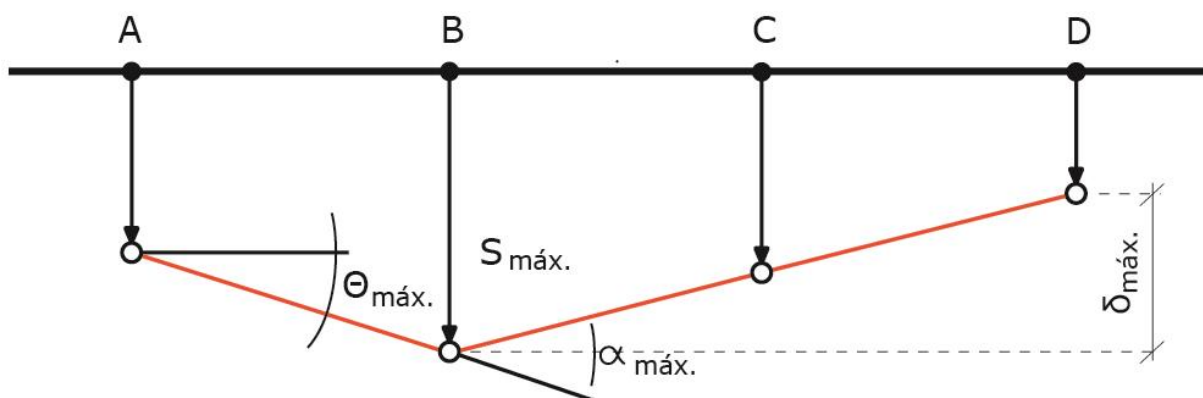

Figura 51: Representação das variáveis de movimento de fundações
A NBR 6122 nomeia algumas letras como parâmetros de estudo para o movimento de fundações que devemos conhecer. São eles (Figura 51):
- $\delta_s$ : recalque ou levantamento diferencial entre dois pontos da estrutura (observe na Figura 51 o  $\delta_{\text{máx}}$ );
- ✓ Esclarecendo: a rotação relativa é o ângulo entre uma linha de referência (por exemplo, a linha original que liga os pontos AB da sapata na Figura 51) e a nova linha dessa mesma estrutura.